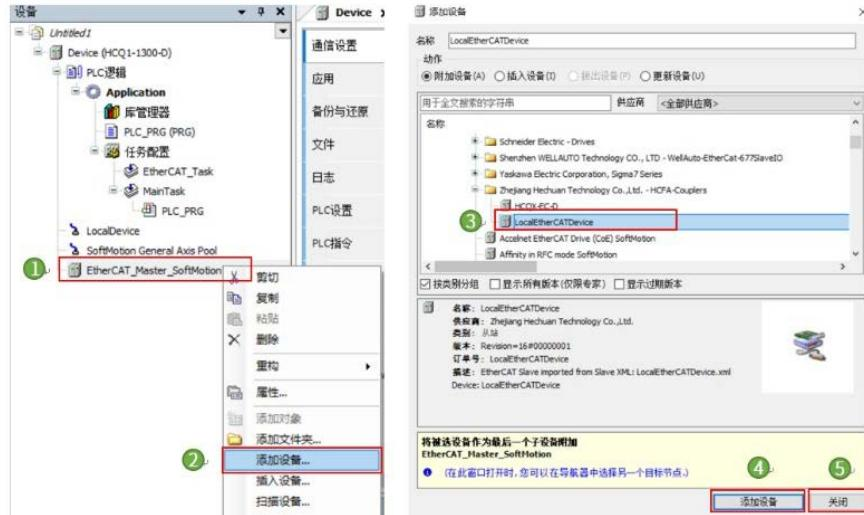

图 13-8 添加 LocalEtherCATDevice
2. 右击上步添加的【EtherCAT_Master_SoftMotion】，选择【添加设备】。在弹出的页面中选择【LocalEtherCATDevice】，点击【添加设备】，添加完成后点击【关闭】，如图 13-8 所示